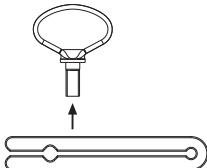

Fig. 8
- Desmontar el extractor, ver Fig. 8.